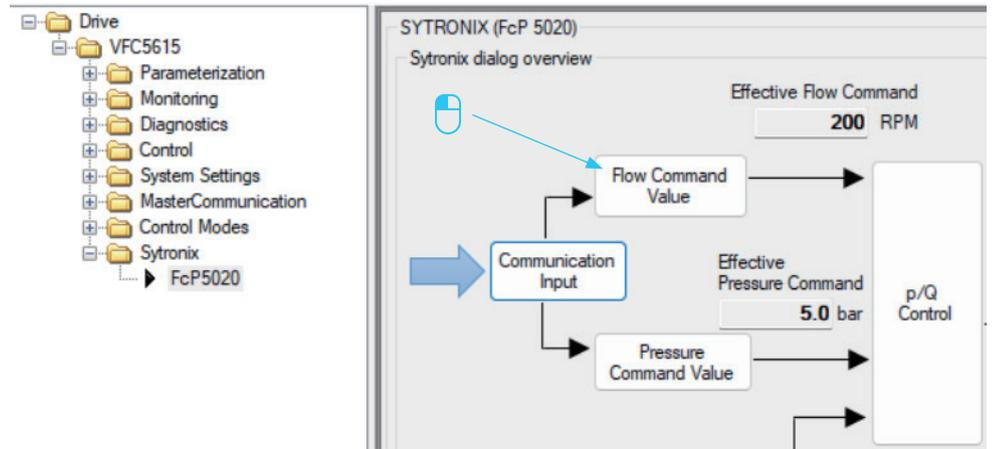

图 29: 固定流量指令 1/2
1. 按“流量指令”（请参见图 29: 固定流量指令 1/2）。将打开一个新对话框。